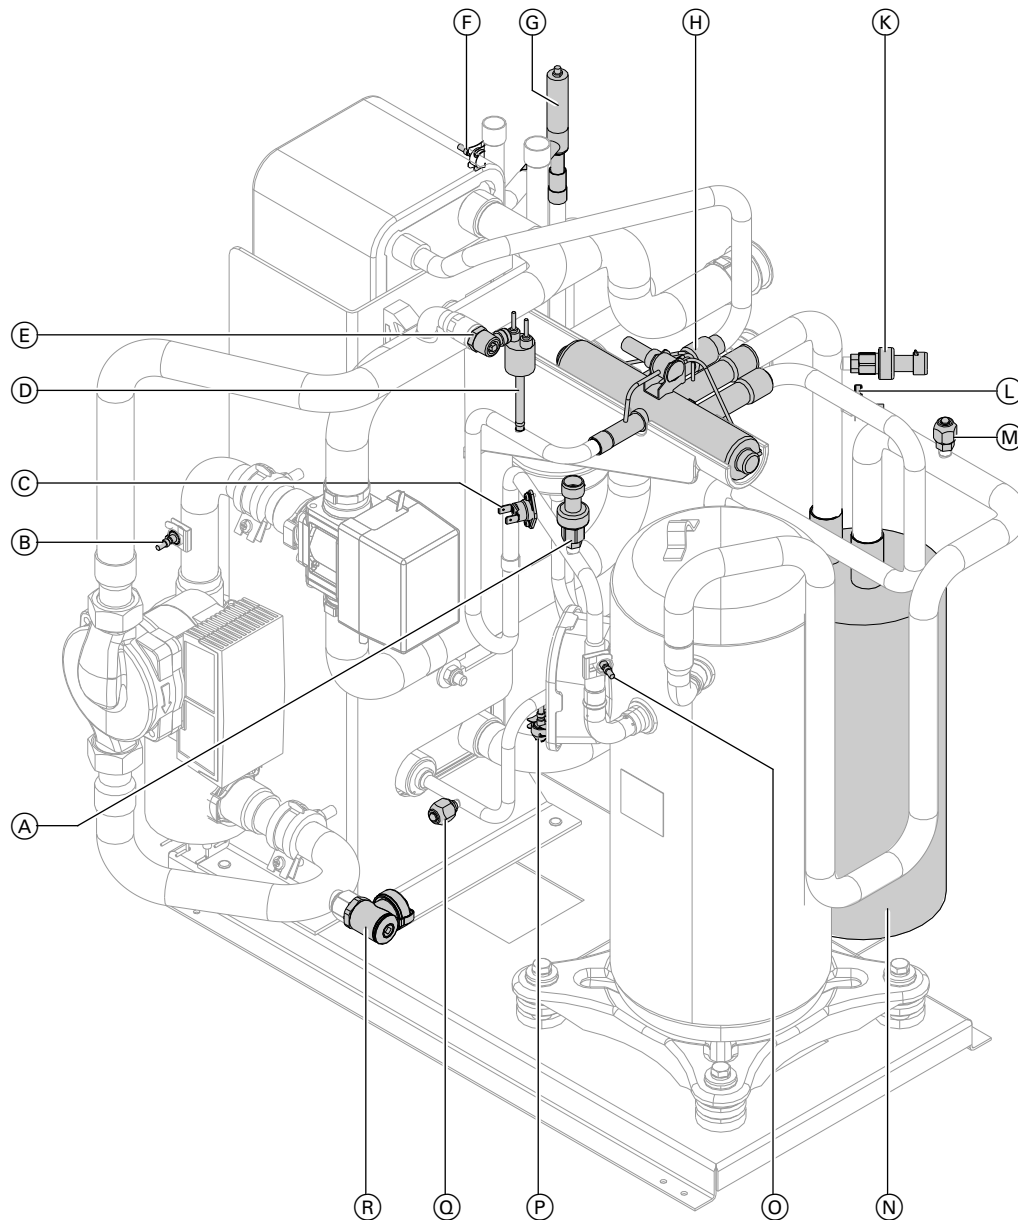

Abb. 52
2. Wärmepumpe am Entleerungshahn entleeren: Siehe Abb. 52.
- Einbauposition der Sensoren in der Wärmepumpe: Siehe Abb. 52 auf Seite 68.